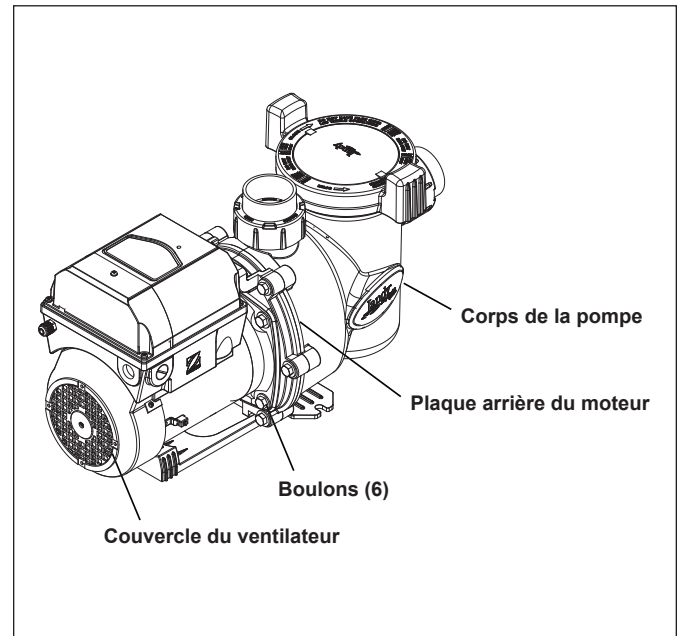

Figure 13. Retirer le corps de la pompe
3. À l'aide d'une clé de 14 mm (9/16 po), desserrer les boulons connectant le corps de la pompe à la plaque arrière du moteur. Voir la Figure 13.